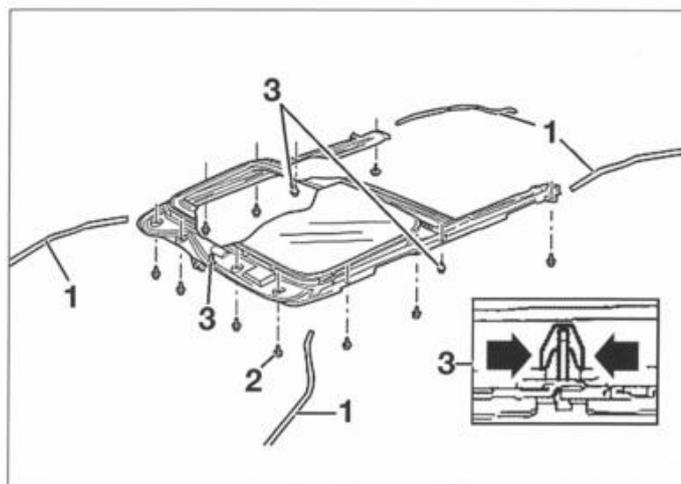

FIG. 77
- Separar las tuberías de drenaje (1) (fig. 77).
- Desmontar los tornillos (2).
- Con un segundo operario, comprimir las patas de los clips de fijación (3) y bajar el techo corredizo.